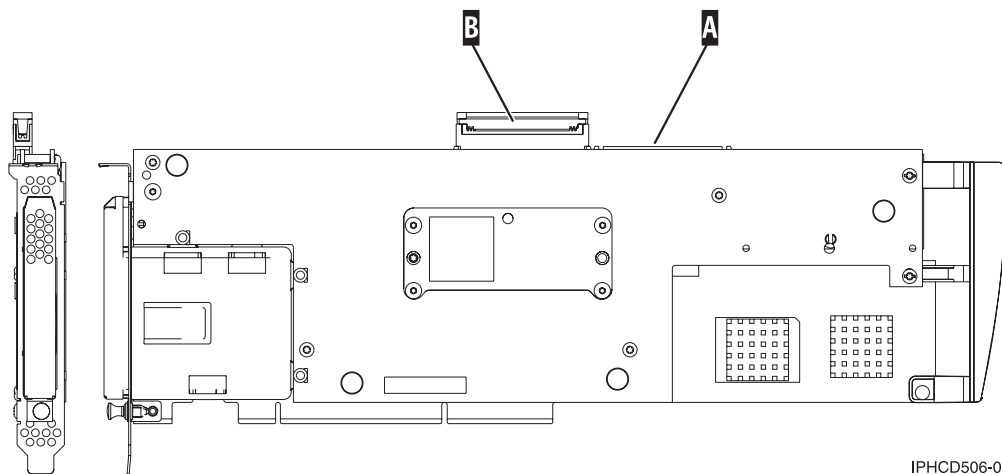

Figura 93. 5708, IOA do cache de gravação auxiliar
2. Conecte o cabo na porta A do SCSI no adaptador do cache de gravação auxiliar. Consulte o Figura 93 na página 308.